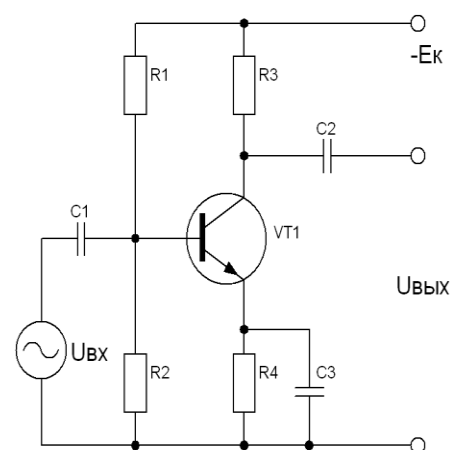

Рис.7
**Вопрос 15.** В схеме усилительного каскада на рис.7 введена температурная эмиттерная стабилизация при помощи цепочки R4 и C3. Каким должно быть емкостное сопротивление  $X_{C3}$  конденсатора C3, чтобы при этом не изменился коэффициент усиления каскада по напряжению?
**Вопрос 16.** Какой каскад изображен на рис.7?